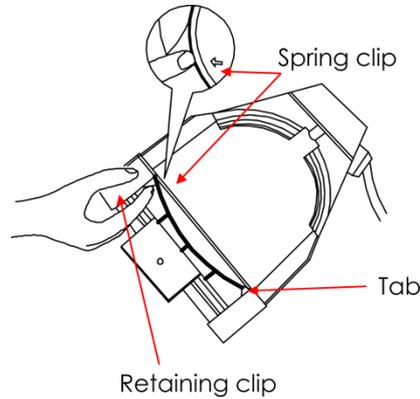

Abb. 09
- 04) Drücken Sie die Federhalterung, um die Linse zu lösen (Abb. 09).
- 01) Stellen Sie den Scheinwerfer so auf, dass die Vorderseite zu Ihnen zeigt. Kippen Sie den Scheinwerfer leicht an (Abb. 09).